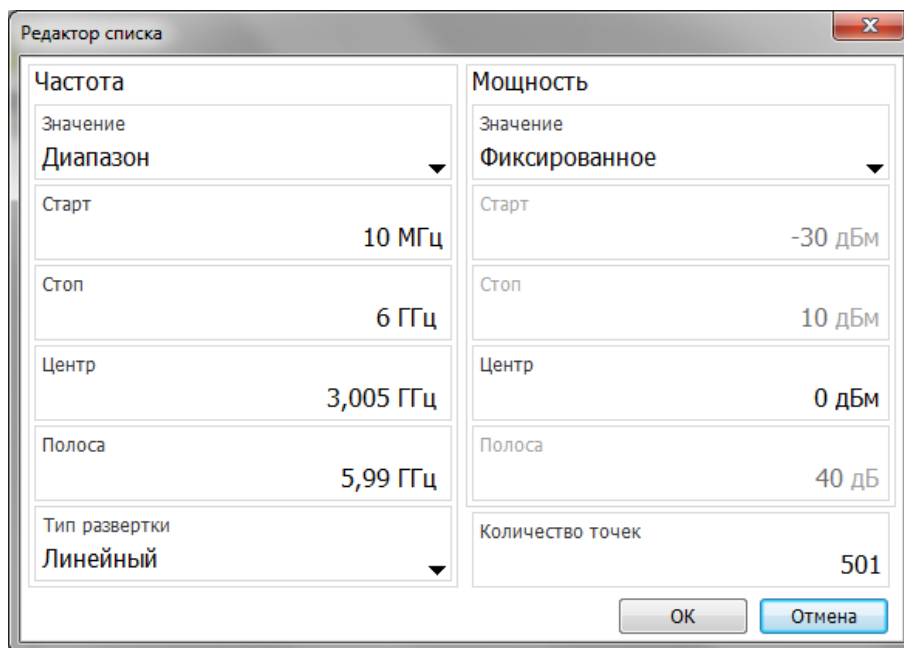

Рисунок 5.48 – Редактор списка
2) в появившемся диалоге (рисунок 5.48) задать параметры сегмента списка, нажать «*Ок*»;
в) в появившемся диалоге (рисунок 5.48) задать параметры сегмента, нажать «Ок»;